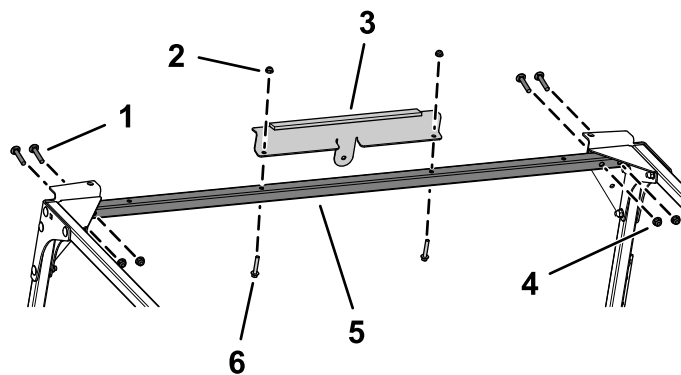

Рисунок 11
10. Установите, не затягивая, переднюю поперечину на передние пластины и угловые вставки, используя 4 каретных болта (5/16 x 1-3/4 дюйма) и 4 фланцевые гайки (5/16 дюйма), как показано на Рисунок 11.
11. Установите переднюю опору на переднюю поперечину с помощью 2 болтов с шестигранной головкой и фланцем (1/4 x 1 1/2 дюйма) и 2 фланцевых гаек (1/4 дюйма), как показано на Рисунок 11.